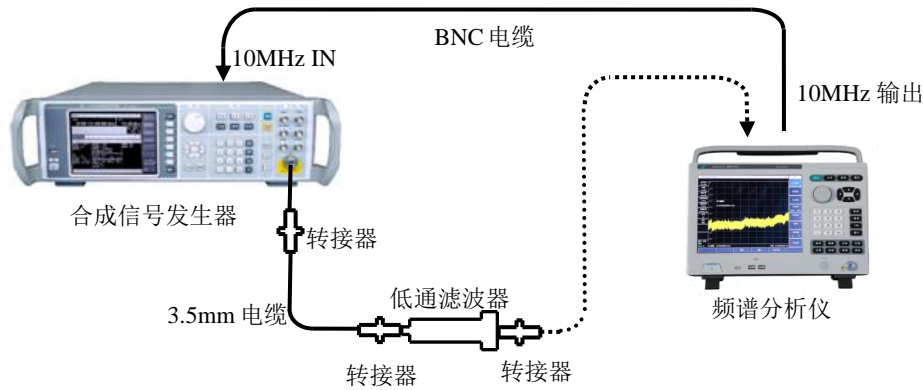

图 11-9 二次谐波失真测试设置
- 1) 如图 11-9 连接测试仪器，频谱分析仪为合成信号发生器提供 10MHz 频率参考，选择 1GHz 低通滤波器。
- 7) 如图 11-9 连接测试仪器，使用 6.8GHz 低通滤波器。
13) 如图 11-9 连接测试仪器，使用 18GHz 低通滤波器。